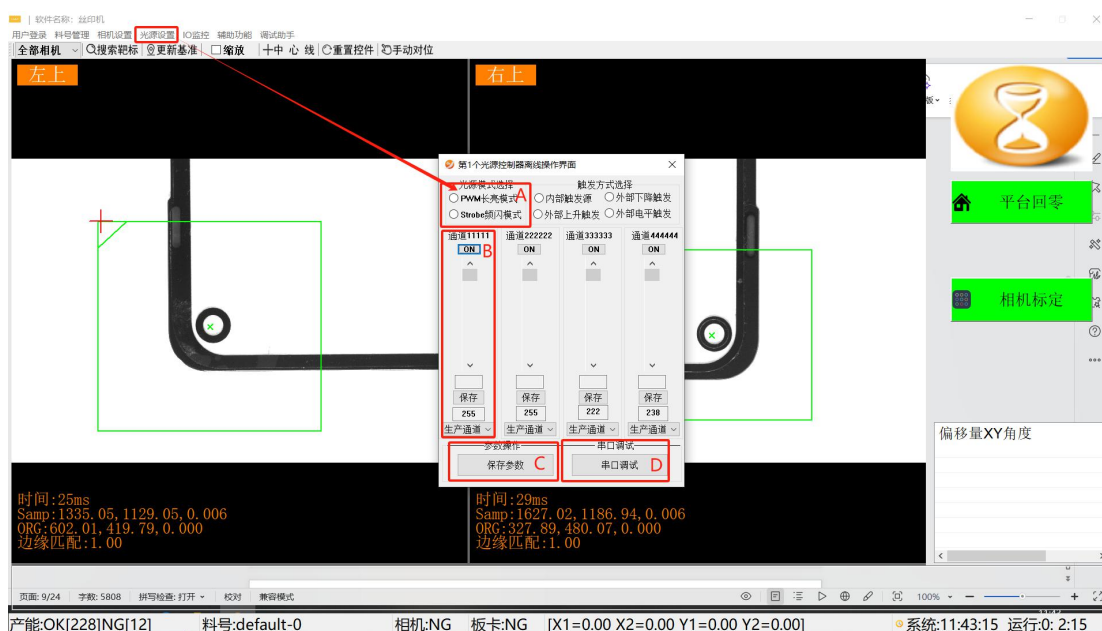

图 2-5
- D. **光源设置:**当图像效果需要进行光源参数操作时,点击“光源设置”进入如下图 2-5 界面: